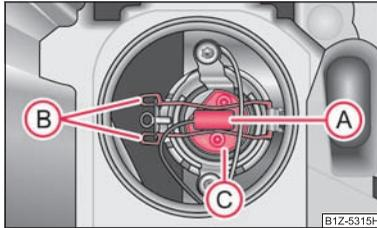

Fig. 193 Dépose de l'ampoule pour feu de route
- Débranchez la fiche (A) ⇒ fig. 193.
- Poussez l'étrier en fil de fer (B) en direction du phare puis décrochez-le en le tirant sur le côté.
- Sortez l'ampoule (C) et mettez-en une neuve de sorte que les ergots de fixation du socle de l'ampoule viennent prendre dans les découpures du réflecteur.